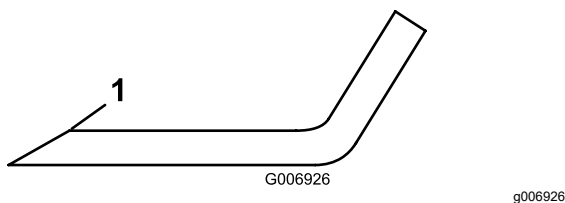

Figure 73
3. Examinez les tranchants de toutes les lames. aiguiser-les s'ils sont émoussés ou ébréchés. N'affûtez que le haut du tranchant et conservez l'angle de coupe d'origine pour obtenir une coupe nette (Figure 73). Limez la même quantité de métal sur chacun des deux tranchants pour ne pas déséquilibrer la lame.